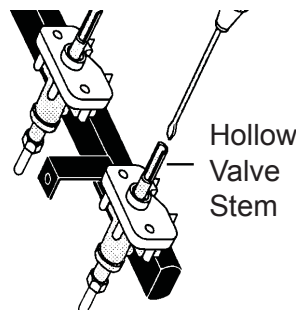

Figure 21
- Introduzca un destornillador delgado en la varilla hueca de la válvula y ajústelo sobre el tornillo que se encuentra adentro. El tamaño de la llama se puede aumentar o reducir girando el tornillo. Gire el tornillo a la izquierda para aumentar el tamaño de la llama. Gire el tornillo a la derecha para reducir el tamaño de la llama (vea las figs 21 y 22). Ajuste la llama hasta que pueda girar la perilla rápidamente desde la posición **LITE** (encender) hasta el ajuste mínimo sin que se apague la llama. La llama debe ser lo mas pequeña posible sin que se apague.